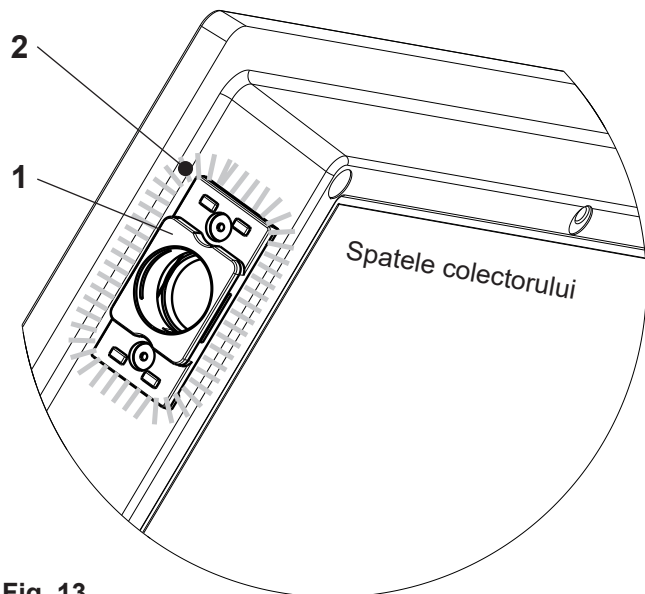

Fig. 13
Conexiunile hidraulice (1, Fig. 13) de pe colectori sunt prevăzute cu ventilație indirectă. Din acest motiv, în zona marcată (2) nu trebuie să existe: